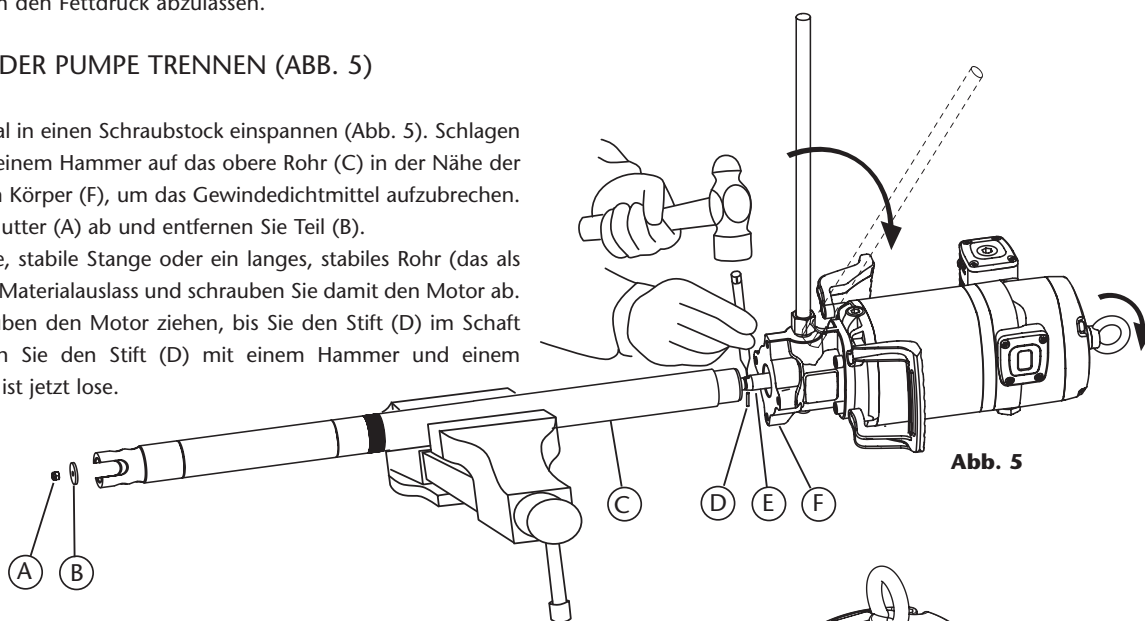

Abb. 5
LUFTMOTOR VON DER PUMPE TRENNEN (ABB. 5)
1. Die Pumpe horizontal in einen Schraubstock einspannen (Abb. 5). Schlagen Sie einige Male mit einem Hammer auf das obere Rohr (C) in der Nähe der Verbindung mit dem Körper (F), um das Gewindedichtmittel aufzubrechen.
2. Schrauben Sie die Mutter (A) ab und entfernen Sie Teil (B).
4. Nach dem Abschrauben den Motor ziehen, bis Sie den Stift (D) im Schaft (E) sehen. Entfernen Sie den Stift (D) mit einem Hammer und einem Stempel. Der Motor ist jetzt lose.